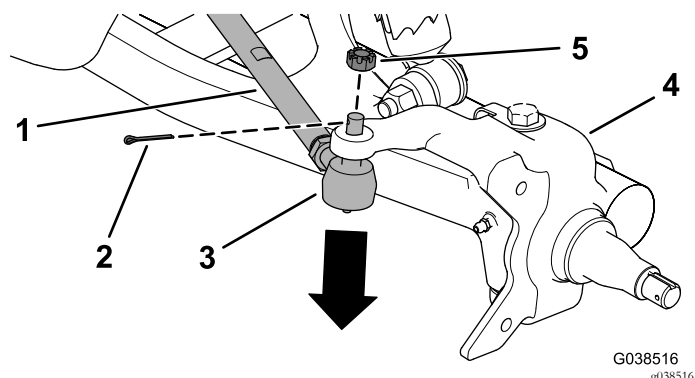

図 8
8. タイロッドのボールジョイントのヘアピンコッターとスロット付きナットを外し、スピンドルとタイロッドを分離する 図 8。
4. スピンドルアセンブリにタイロッドを取り付けるスロット付き六角ナットとヘアピンコッターを使用する 図 8。